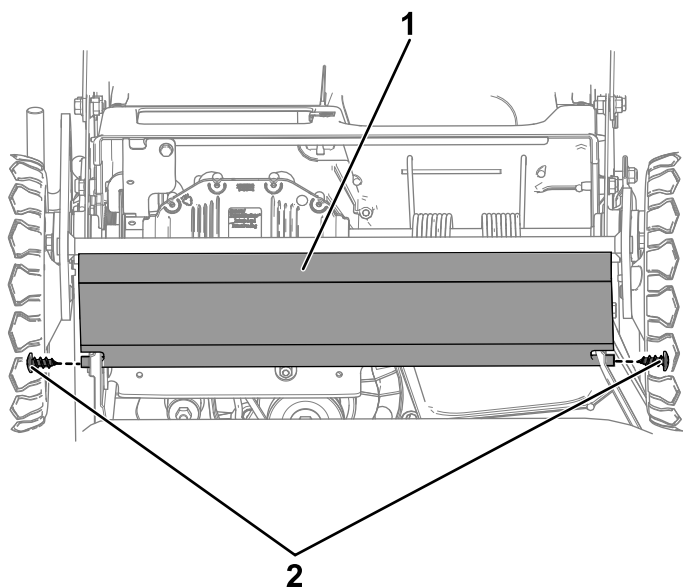

Figura 47
9. Retire el protector de arrastre retirando los 2 pernos que lo sujetan en su sitio (Figura 47).